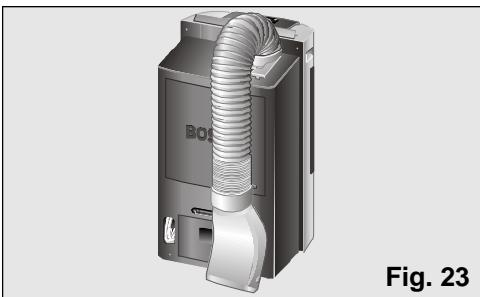

Fig. 23
- ❑ Para ello doblar el tubo hacia la parte trasera del equipo y sujetarlo por el enganche difusor, Fig. 23 y 24.